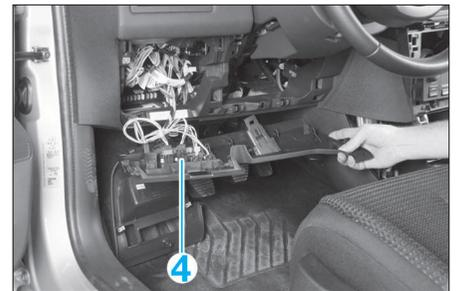

FIG. 11
- Débrancher les différents connecteurs (4) puis déposer le panneau (Fig.11).